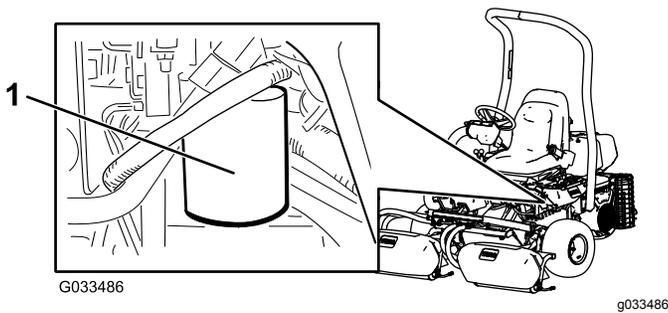

図 50
2. 調整したい昇降シリンダのカバープレートを固定しているボルトを、シャーシのサポートブラケットから取り外す 図 50。